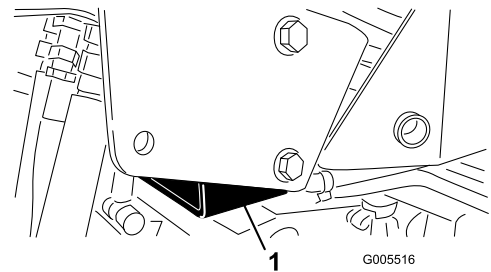

Bild 28
- Rechte Seite: Unter dem Steckpolster und neben der Stützhalterung des Überrollschutzes (Bild 28)